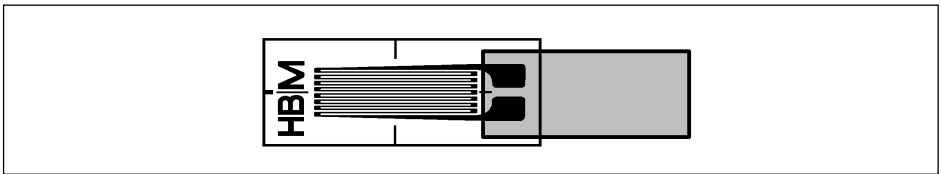

Fig. 5.3 Charnière sur jauge sans pattes de raccordement
- Pour les jauges sans pattes de raccordement, réalisez la charnière comme indiqué sur la Fig. 5.3 (sans cosses relais supplémentaires).